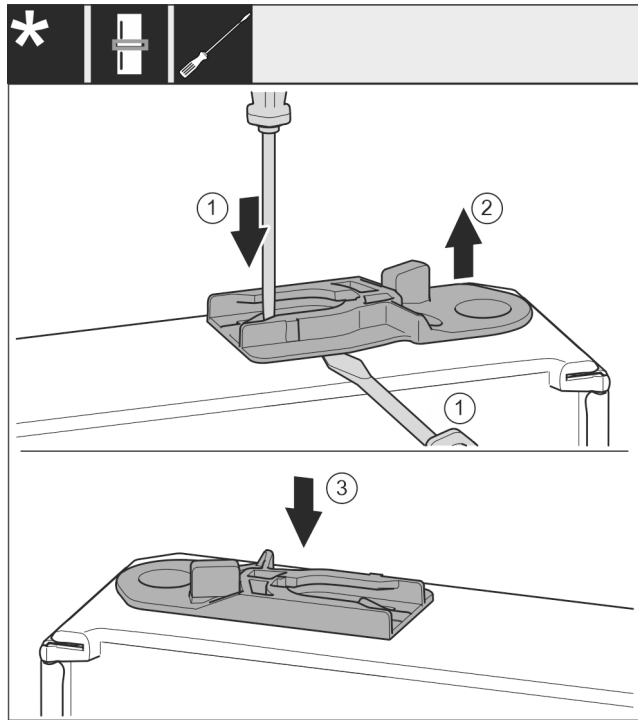

Fig. 48 *
- Scoateți bușca de ghidaj: Apăsați eclisa Fig. 48 (1) cu șurubelnița plată și, concomitent, duceți-o cu șurubelnița plată sub bușca de ghidaj Fig. 48 (2).*
- Împingeți bușca de ghidaj Fig. 48 (3) atașată în pachetul de livrare pe altă parte a carcasei.*